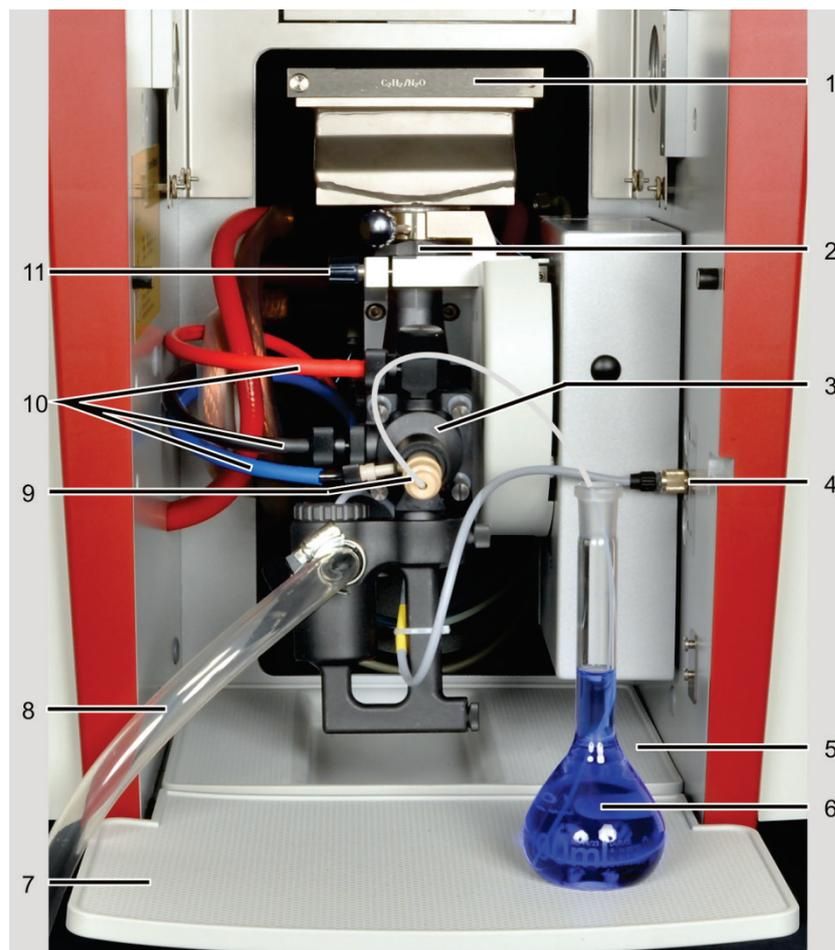

Fig. 43 Tecnología de llama, alimentación de muestras manual
2. Comprobar el sistema pulverizador-cámara de mezcla en el dispositivo de sujeción del ajuste de altura. El plato del tubo de la cámara de mezcla debe estar colocado. La marca en el tubo de la cámara de mezcla debe encontrarse encima del borde del dispositivo de sujeción (2 en Fig. 43).
8. Conectar el suministro de gas (10 en Fig. 43):